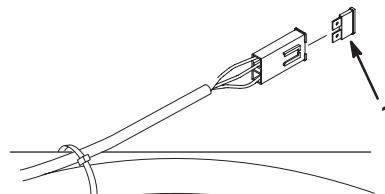

Figure 55
Fusible : Principal F1 – 30 A, à lame (Fig. 55)
1. Soulevez le siège pour accéder au porte-fusibles (Fig. 55).
2. Pour remplacer un fusible, tirez dessus pour l'enlever (Fig. 55).